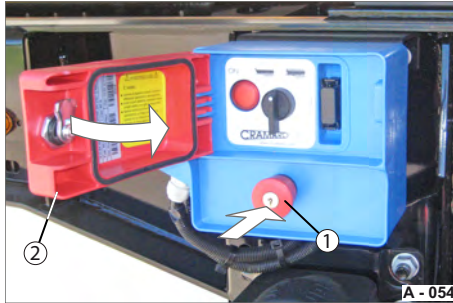

Abb. 83 Bedieneinheit deaktivieren
- ▶ Aktivieren Sie den Not-Aus-Schalter (Abb. 83/1) - Schlüssel abziehen und eindrücken.
- ▶ Schließen Sie die Schutzklappe (Abb. 83/2).